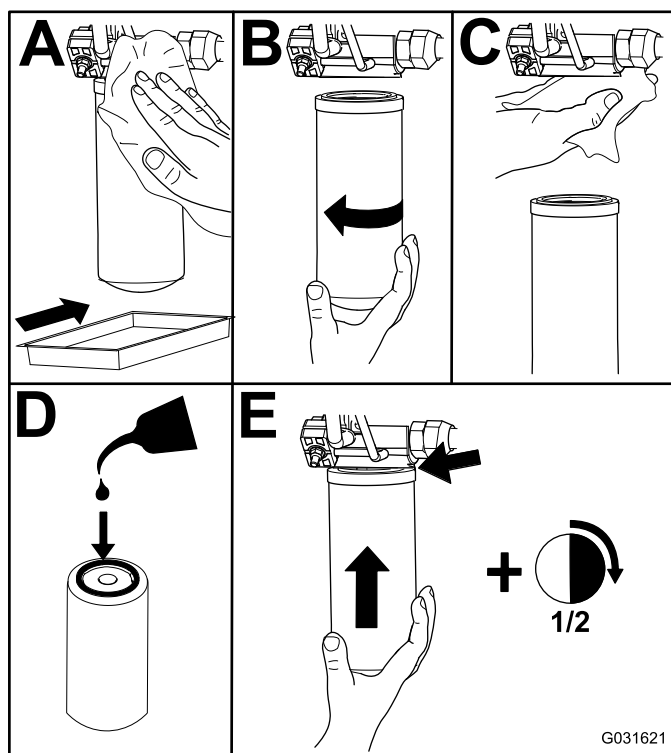

Рисунок 80
- Замените гидравлические фильтры (Рисунок 80).